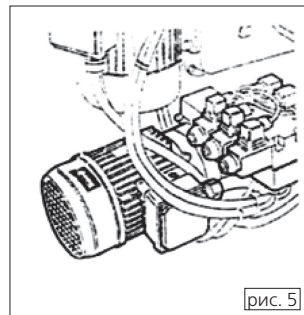

рис. 5
- подключите станок к источнику питания, включите его проверьте, соответствует ли направление вращения мотора стрелке на нем (рис. 5).